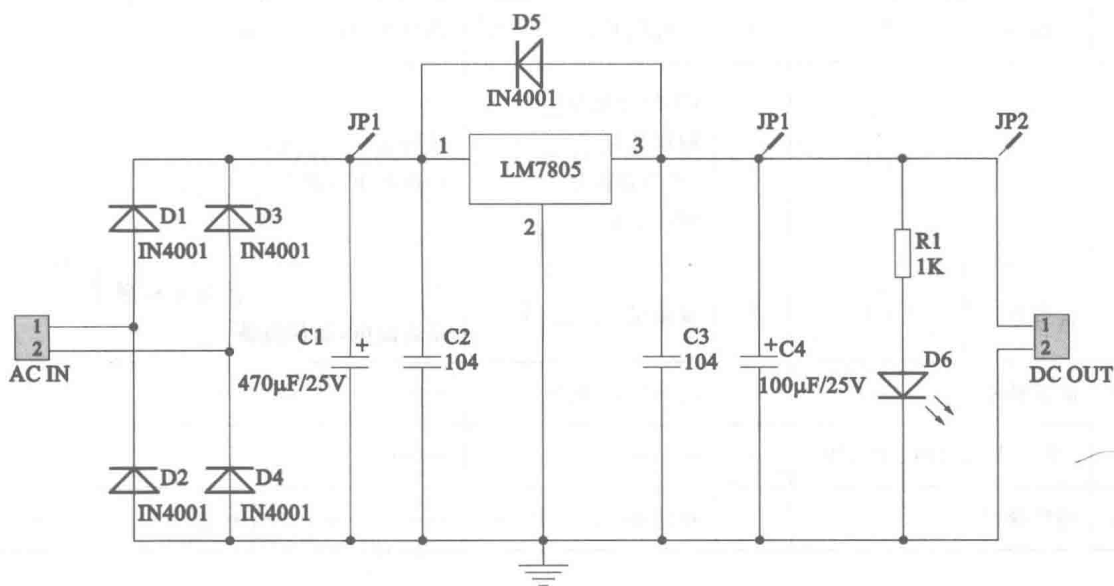
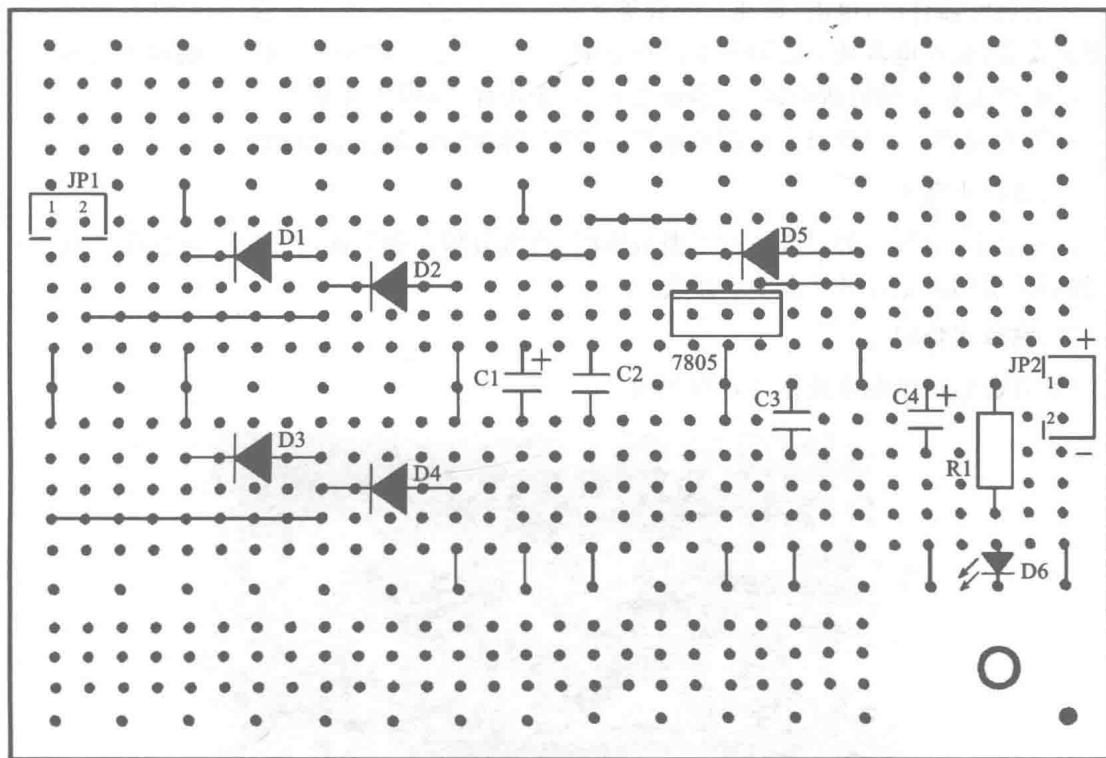

图 1-1 5V 直流稳压电源电路原理图
图 1-2 5V 直流稳压电路装接图
在本次实训中,将组装一个输出电压为 5V 的直流稳压电源。用四支二极管组成桥式整流电路,将低压交流电转换成直流电;再用电容滤波电路对整流输出的脉动直流电进行滤波;最后用 7805 三端稳压集成块对滤波处理后的直流电进行稳压,输出稳定的 5V 直流电压。电路原理图如图 1-1 所示。
所谓原理图转画装接图,就是先将洞洞板的元件面复制到空白草稿纸上,然后按照电路原理图画出装接示意图,最后按照画好的装接图搭建实物电路。该过程实际就是一个设计电路搭接方案的过程,这一做法能够很好的提高搭建效率,减少搭建错误。依据图 1-1 转画的装接图如图 1-2 所示。
- 3. 在图 1-1 中,D5 的作用是什么? R1 的作用是什么?
- 4. 在图 1-1 中,当输入的交流电压为 6V 时,在 7805 接入电路和不接入电路两种情况下,整流滤波输出电压各是多少?
- 5. 在图 1-1 中,当输入的交流电压为 6V 时,若整流电路中的某支二极管从电路中断开,稳压电源的输出电压是否发生变化?